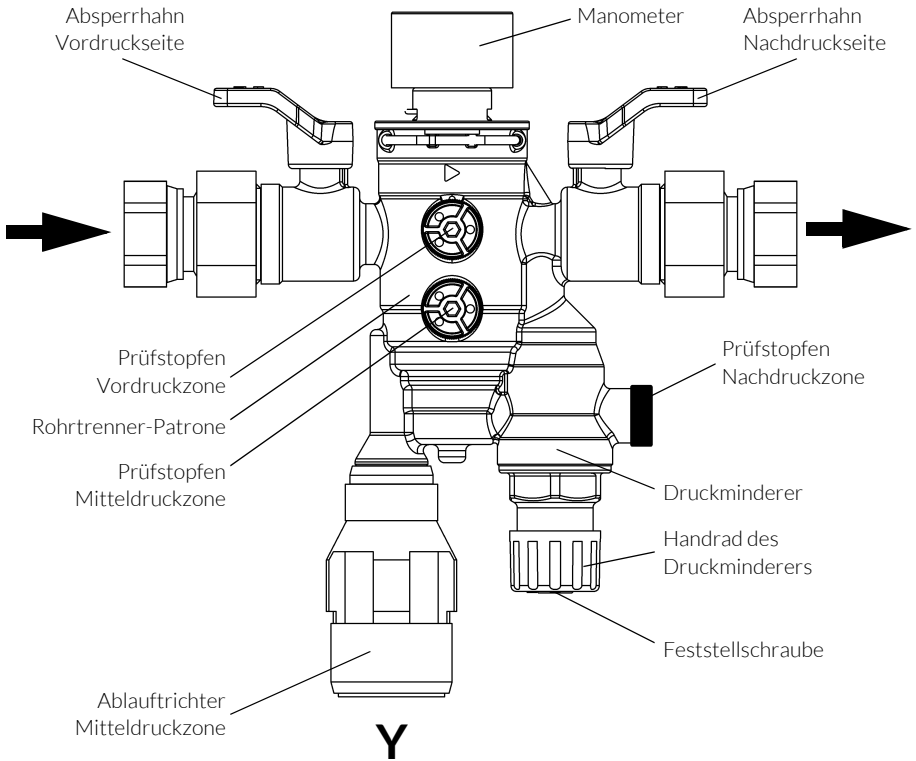

Abb. 5: CLEAR FILL Funktion
Der Heizungsfüllblock beinhaltet alle nach DIN EN 1717 festgelegten Bestandteile, um die Trinkwasserleitung direkt mit dem Heizungskreislauf zu verbinden (siehe Abb. 5).
- / Integrierte Absperrhähne am Heizungsfüllblock öffnen und ggf. Wasser bis zum eingestellten Druck (z. B. 1,5 bar) nachspeisen (siehe Abb. 5).
- / Feststellschraube des Druckmindererhandrads (siehe Abb. 5) lösen.